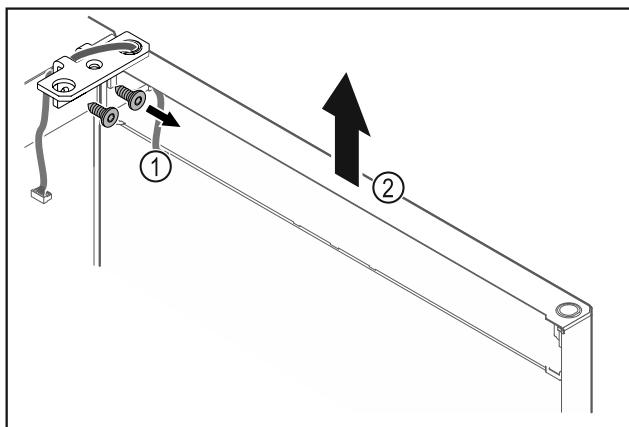

Fig. 22
- Отвинтите шарнирные уголки Fig. 22 (1).
- Дверь вместе с шарнирными уголками поднимите строго вертикально вверх Fig. 22 (2) приблизительно на 200 мм и снимите.